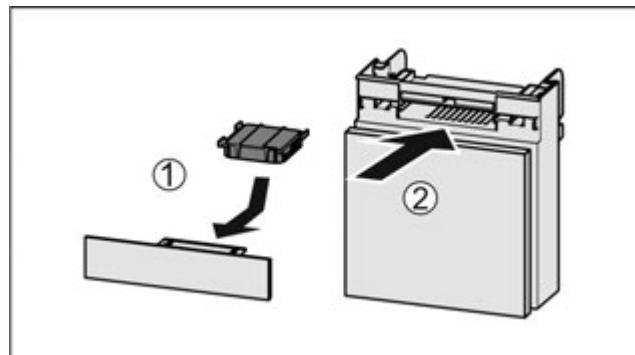

Fig. 123
- Вставить фільтр з активованого вугілля за малюнком Fig. 123 (1).
- Вставить відділення Fig. 123 (2).